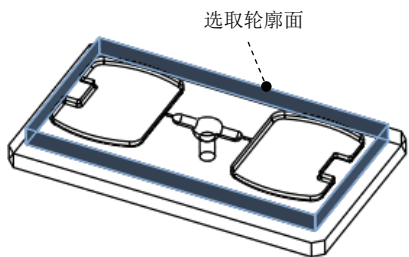

图 10.4.57 所选取的轮廓面
Step4. 在“轮廓铣削”操控板中单击 **参考** 按钮，在弹出的“参考”设置界面中 **类型** 下拉列表中选择 **曲面** 选项，选取图 10.4.57 所示的所有轮廓面（参考模型的侧面）。